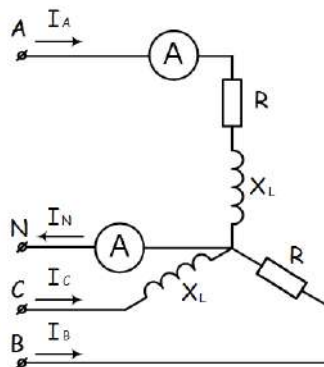

Рисунок 5
8. К зажимам приемника подсоединён трехфазный генератор, как показано на рис. 5. Определить показания амперметров A_1, A_2 и фазные токи зная, что $U_{\text{л}}=380 \text{ В}$, $R=50 \text{ Ом}$, $X_L=35 \text{ Ом}$.